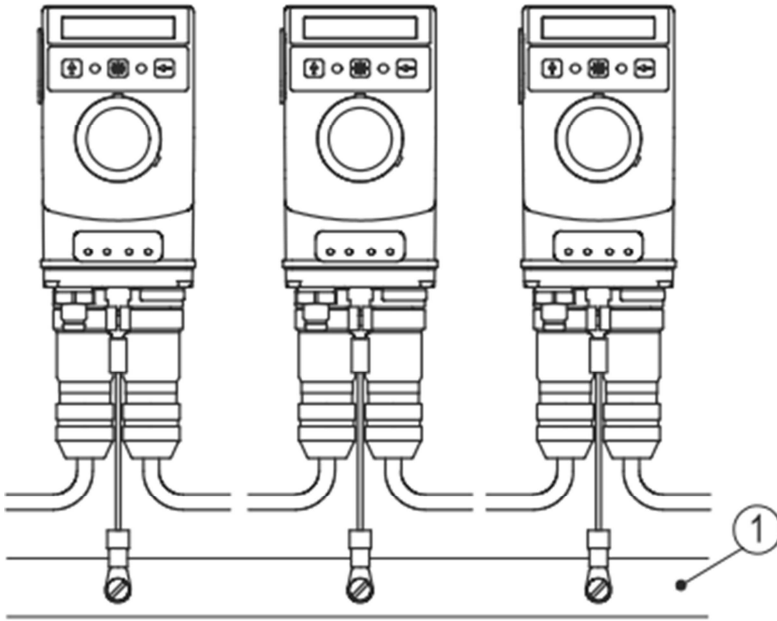

図5：アースバー
複数の機器をご使用いただく場合、アースバー①への接続を推奨します。(図5参照)